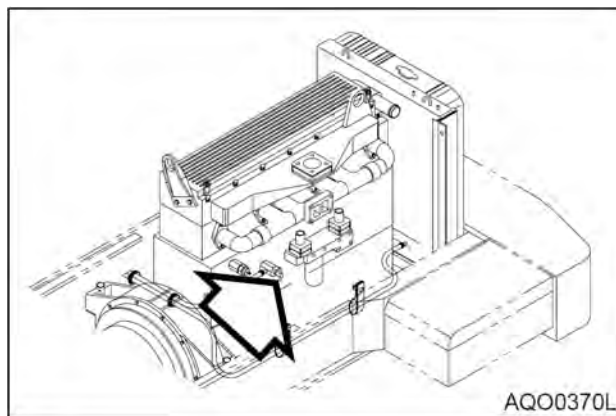

Рис. 70
3. Открыть клапан отключения обогревателя (рис. 70), чтобы дать возможность охлаждающей жидкости стечь из сердцевины обогревателя.